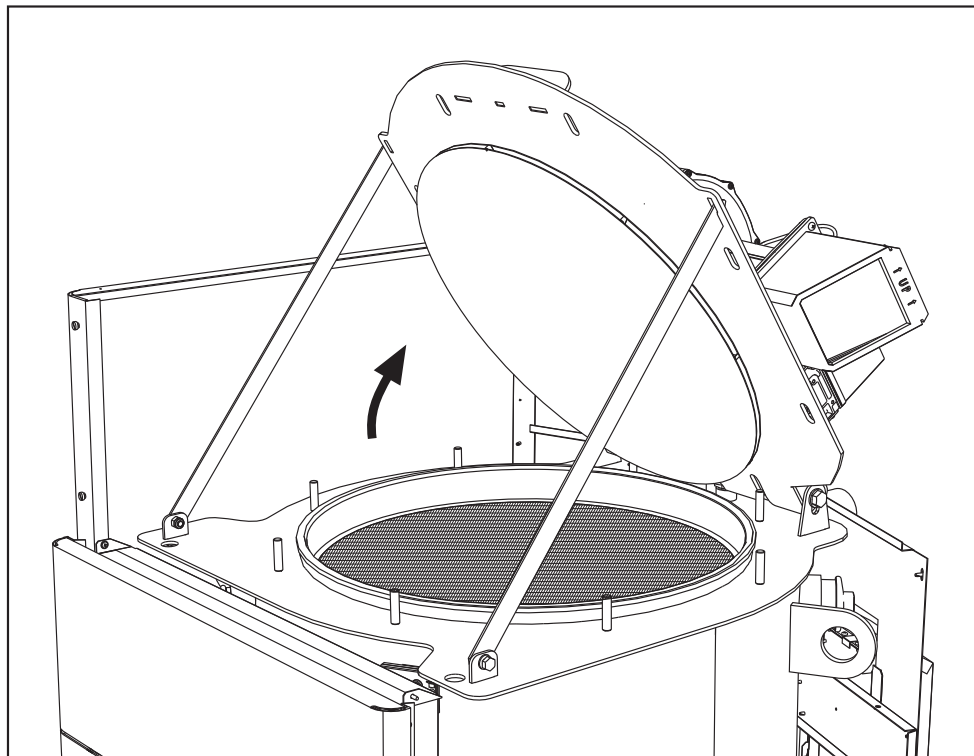

fig. 71
- Aprire la porta bruciatore e bloccarla con le staffe di sostegno (fig. 71).